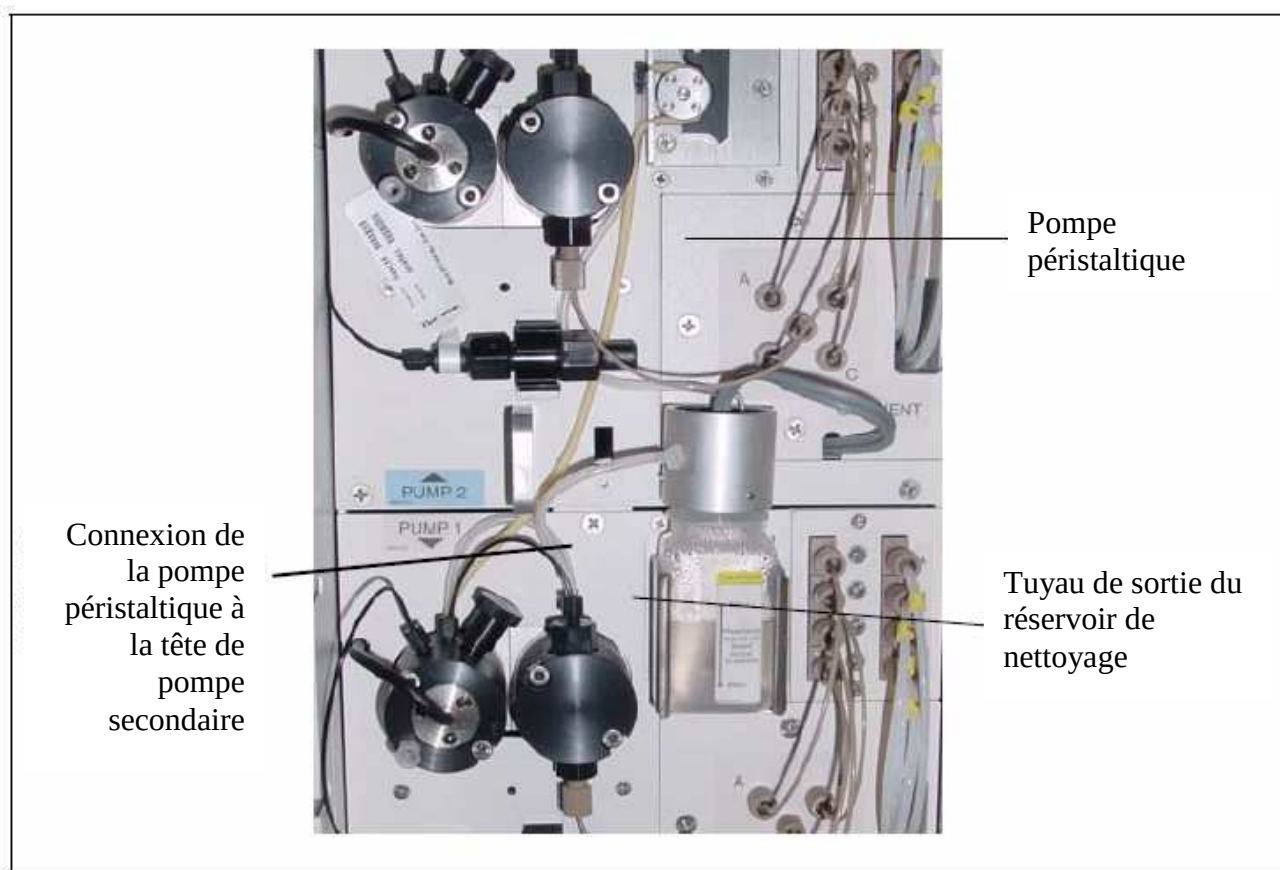

Figure 4.1. Connexions du système de nettoyage des joints sur la pompe 1.
1. Repérer le tuyau connecté de la pompe péristaltique au tube de rinçage des joints sur la tête de pompe secondaire de la pompe 1 (voir figure 4.1). Déconnecter ce tuyau de la tête de pompe et le reconnecter au tube de rinçage des joints sur la tête de pompe secondaire de la pompe 2.
2. Déconnecter le tuyau de sortie du réservoir de nettoyage de la tête de pompe primaire sur la pompe 1 (voir figure 4.1). Connecter ce tuyau sur la tête de pompe primaire de la pompe 2.
3. Déconnecter le petit morceau de tuyau entre les deux têtes de pompe sur la pompe 1 (voir figure 4.1). Connecter ce tuyau aux têtes de pompe de la pompe 2.
4. Connecter le tuyau de sortie du bouchon à la tête de pompe secondaire (voir figure 4.1).